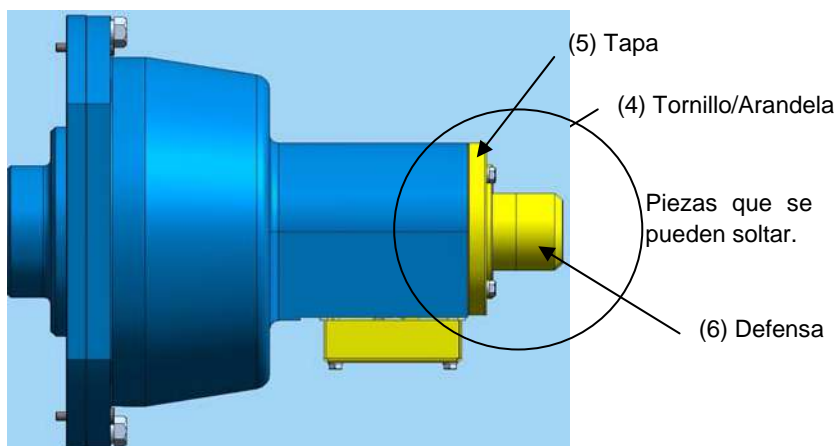

Fig. 12-14 Sellado Paracaídas tipo A
sellado se debe hacer siempre que se abra cualquier parte del Paracaídas. Las únicas piezas que se pueden soltar son la (4), (5) y (6) de la Fig. 12-14.